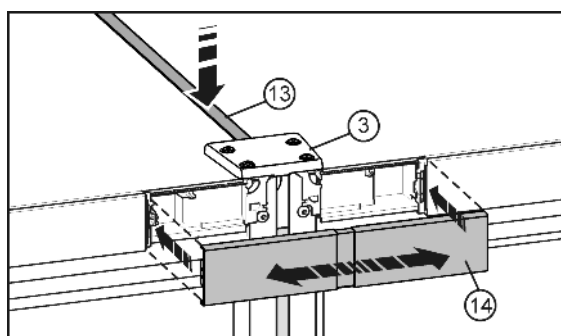

Fig. 10
- ▶ Trykk den korte listen Fig. 10 (13) inn i spalten på oversiden. Listen må ligge helt i flukt med forbindelsesplaten Fig. 10 (3) på fremsiden.
- ▶ Klikk dekselet Fig. 10 (14) på mellomrommet som ennå er åpent mellom de to betjeningspaneldelene. Pass på at dekselets utsider ligger helt i flukt med betjeningspanelene. Dekselet kan trekkes ut for dette formålet.